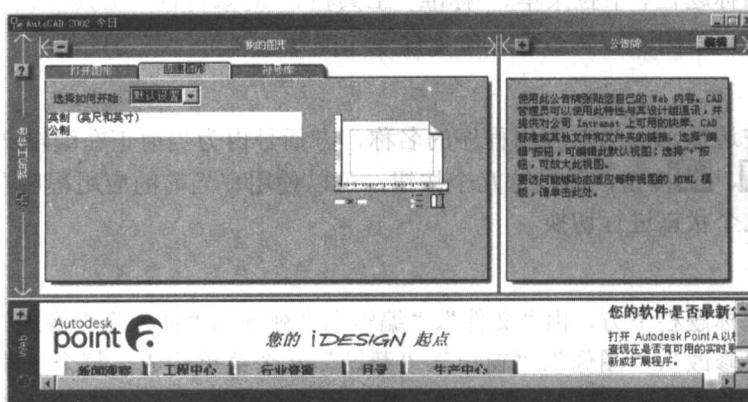

图 1-3
(1) 在如图 1-1 所示窗口中单击“创建图形”选项卡，打开如图 1-3 所示窗口。
(2) 在“选择如何开始”下拉列表框选择“样板”、“默认的单位设置”、“向导”3个选项中的一个。这 3 个选项的含义如下：